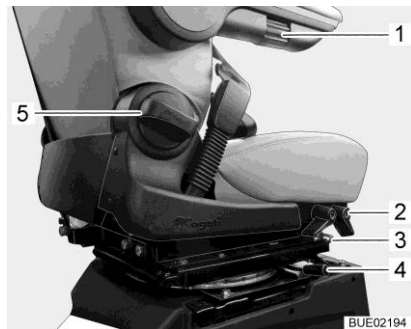

Bild 28 Stolsinställning
- Manövrera låsspaken (Bild 28,4). Spärren lossas.
- Drag upp bygeln (Bild 28,3).
- Dra den främre eller bakre spaken (Bild 28,2) uppåt eller nedåt.
- Vrid ratten (Bild 28,5). Beroende på vridriktning lutar ryggstödet framåt eller bakåt.
- Vrid det räfflade hjulet (Bild 28,1). Beroende på vridriktning lutar armstödet framåt eller bakåt.